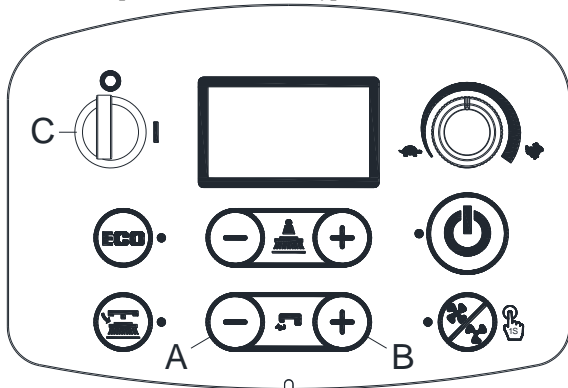
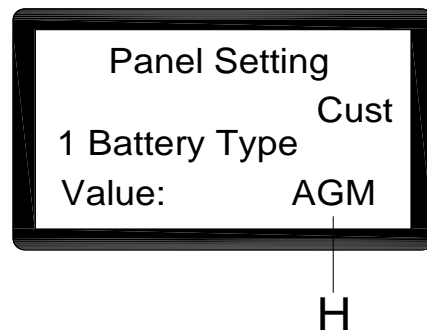

Abbildung 5
Abbildung 6
1. Drücken Sie die Wasserdurchflusstaste "+" (A, Abb. 5) und gleichzeitig "-" (B, Abb. 5).
2. Führen Sie den Zündschlüssel (C, Abb. 5) ein und drehen Sie ihn auf "I".
3. Gehen Sie einige Sekunden später zum Bildschirm des Akkuauswahlmodus (Abb. 6)
4. Drücken Sie die Wasserdurchflusstaste "-" (A, Abb. 5) und gleichzeitig "+" (B, Abb. 5), um den Akkuauswahlmodus (H, Abb. 6) auszuwählen
5. Die Anzeige "Update OK" nach 3 Sekunden bedeutet, dass die Einstellung erfolgreich war, schalten Sie zum Start ein. (C, Abb. 5)